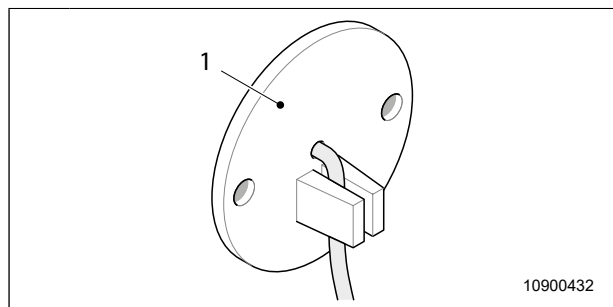

Fig. 62 Varmluftsspjäll
Varmluftsspjället (Fig. 62, pos. 1) finns i badrummet.